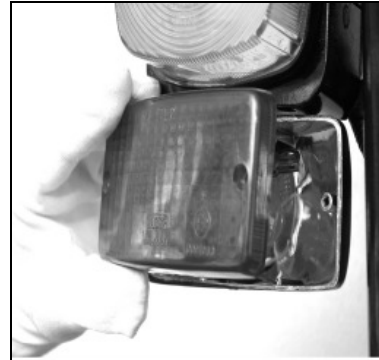

Fig. 140
2. Quite la mica roja. (Fig. 140)